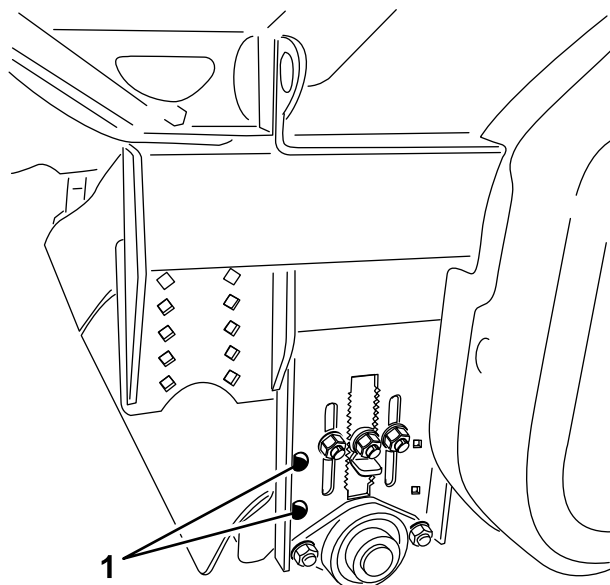

Figura 33
1. Allentate il raschiarulli regolando i dispositivi di fissaggio (Figura 33).